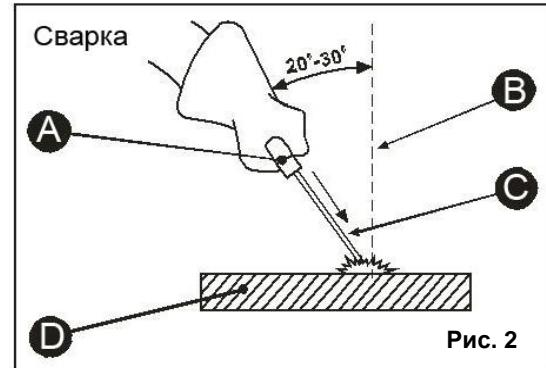

Рис. 2
- Сразу после зажигания дуги старайтесь сохранять расстояние между рабочей поверхностью свариваемой конструкции (D) и электродом (C)(См. Рис.2), приблизительно равное диаметру самого электрода. Ставьте сохранять это расстояние постоянно во время сварки. Угол наклона электрода (C) от вертикальной оси (B) должен быть от 20° до 30°.
- Заканчивая шов, отведите электрододержатель (A) с электродом (C) немного назад, чтобы заполнилась сварочная ванна, а затем быстро поднимите его до исчезновения дуги.